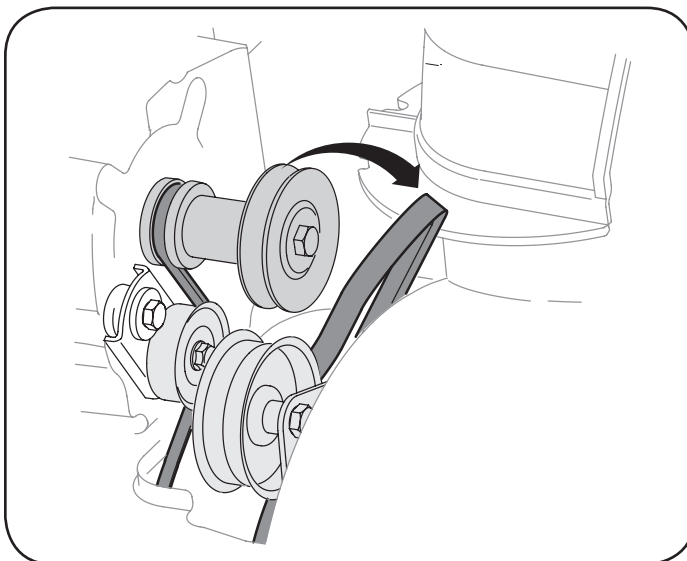

Figura 25
3. Saque la correa de la barrena de la polea del motor. Vea la Figura 25.